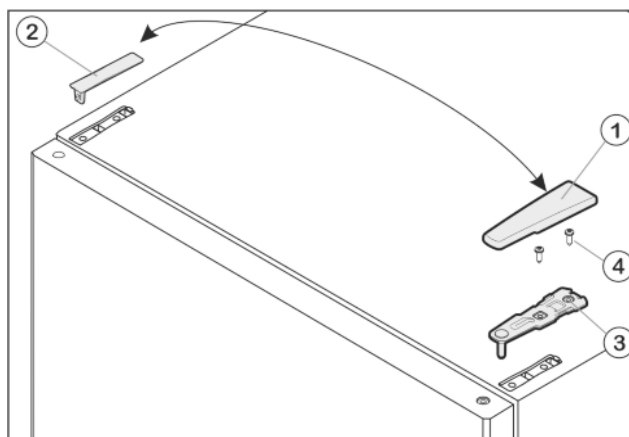

Fig. 8
- ▶ Drag bort täckbrickan Fig. 8 (1) framåt och uppåt.
- ▶ Lyft bort täckbrickan Fig. 8 (2).
- ▶ Skruva bort övre lagerbock Fig. 8 (3) (2 gånger Torx® 25) Fig. 8 (4) och drag bort den uppåt.
- ▶ Sätt i övre lagerbock *Fig. 8 (3)* på den nya gångjärnssidan i dörren.
- ▶ Skruva fast övre lagerbock (**med 4 Nm**) (2 gånger Torx® 25) *Fig. 8 (4)*. Borra eventuellt upp skruvhålen eller använd skruvdragare.
- ▶ Sätt på och lås fast täckbricka *Fig. 8 (1)* och täckpanel *Fig. 8 (2)* på motsatta sidan utifrån.